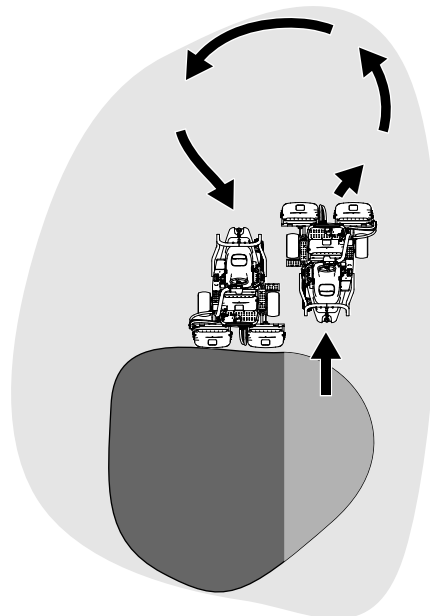

Figura 24
6. Per ridurre i tempi operativi e facilitare l'allineamento per la passata successiva, sterzate momentaneamente la macchina nella direzione opposta, quindi sterzate nella direzione della porzione non tagliata. Questo movimento delinea una curva a goccia (Figura 24) che allinea rapidamente la macchina per la passata successiva.